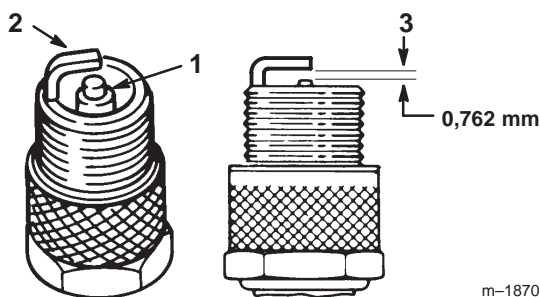

Figure 26
1. Inspectez le centre de la bougie (Fig. 26). Si le bec de l'isolateur est recouvert d'un léger dépôt gris ou brun, le moteur fonctionne correctement. S'il est couvert d'un dépôt noir, c'est généralement signe que le filtre à air est encrassé.
2. Contrôlez l'écartement entre l'électrode centrale et l'électrode latérale (Fig. 26). Courbez l'électrode latérale (Fig. 26) si l'écartement est incorrect.